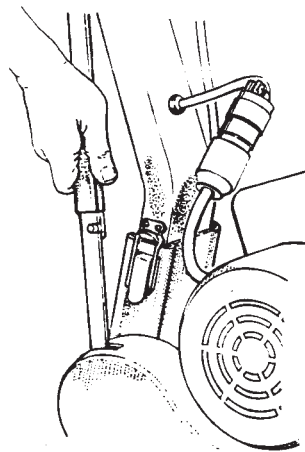

Figura 2
2. Deslice el collarín más allá del solapamiento del enlace de control; retire la clavija de la ranura. Consulte la figura 2.
4. Suelte los seguros de la manija y retire la manija del chasis. Consulte la figura 2.